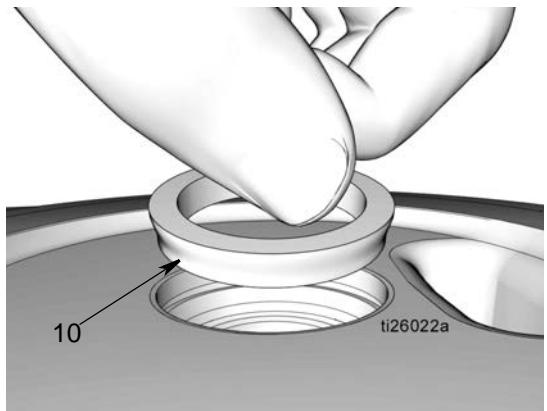

图 36
- i. 安装锥形垫片 (10)，锥形侧朝下，如 图 36 所示。